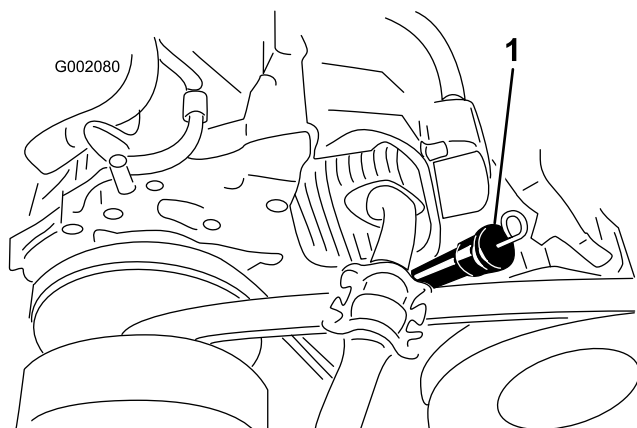

図 39
8. ディップスティックと補給口の周辺をきれいに拭いてからディップスティックを抜き出す (図 39)。
9. ディップスティックの Full 位置まで、給油口から適切なオイルを補給する (図 39)。
10. ディップスティックを補給口に根元まで差し込んでから抜き取ってオイル量を確認する (図 39)。
11. ディップスティックを補給口にしっかりと取り付ける (図 39)。